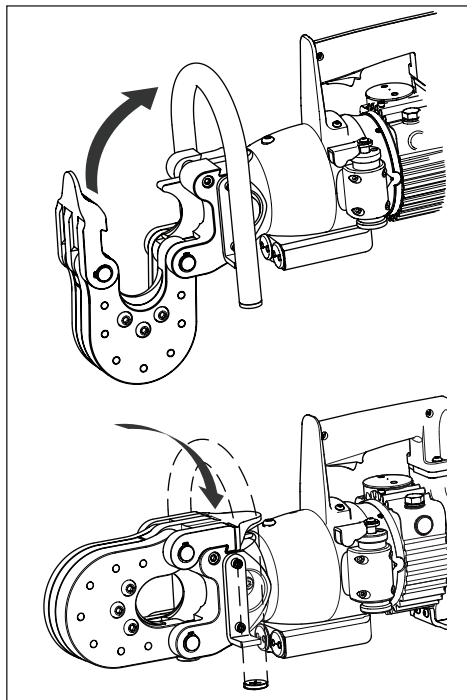

Figura 3, Cerrar el cabezal de corte
**Para cerrar el cabezal de corte:** gire el cabezal de corte hacia el cuerpo del cortacables y pase el pestillo por la abertura en la palanca de posicionamiento. A continuación, gire el pestillo hacia abajo hasta que encaje y bloquee el cabezal de corte en su lugar. Véase Figura 3.